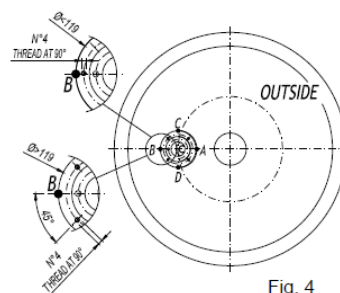

Fig. 4
- ◆ Vérifier l'alignement des trous d'enveloppe comme indiqué dans la section 4.4.1 et la Figure 4.
- ◆ Souder par points à l'extérieur de la cuve aux emplacements A et B, puis vérifier l'alignement et l'inclinaison et réaliser les corrections nécessaires (Fig. 4).
Souder par points aux emplacements C et D (Fig. 4).